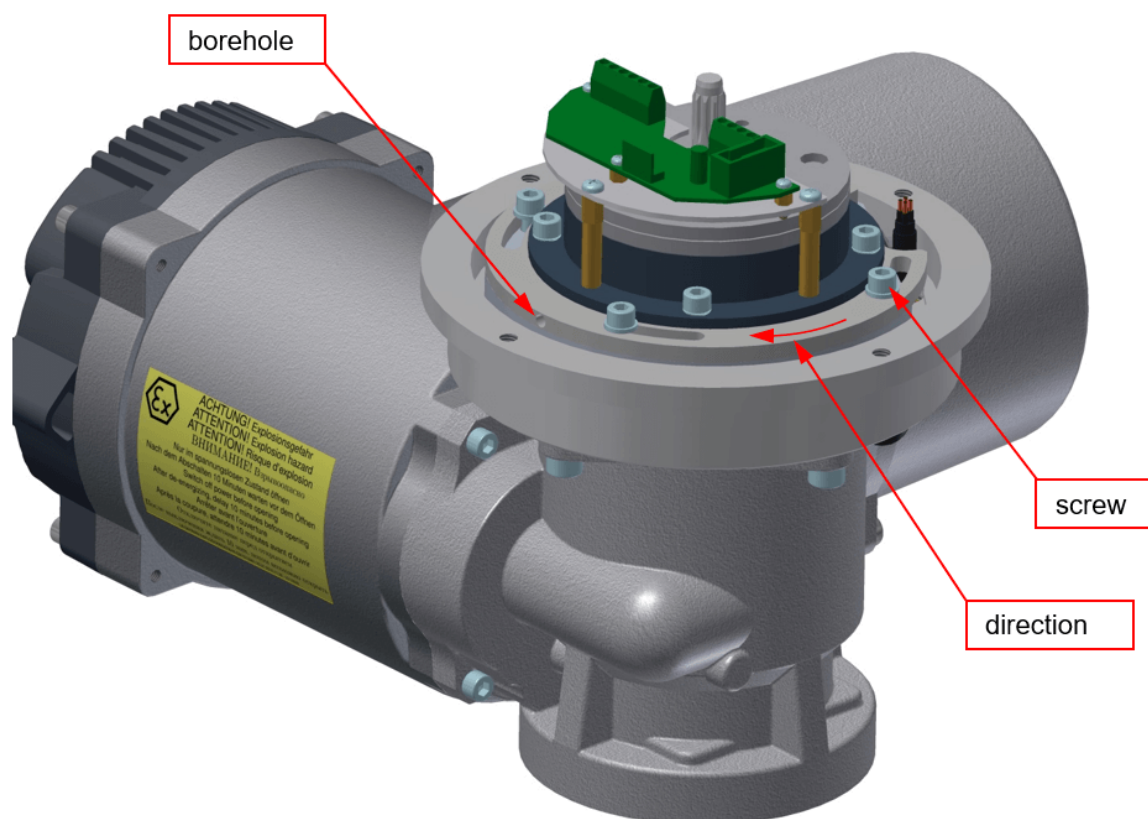

Bild 8: Failsafe-Geschwindigkeit einstellen
2. Lockern der vier Schrauben ohne diese zu entfernen, siehe Bild 8, Seite 18
4. Drehen des Flansches mit Hilfe des Inbus-Schlüssels in die, in Bild 8, auf Seite 18 dargestellte Richtung